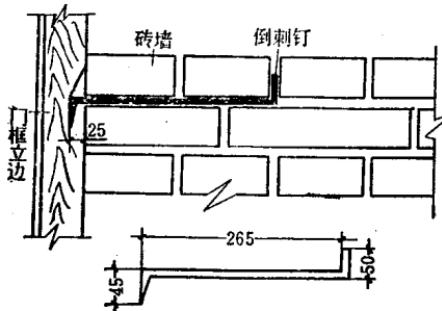

图 2 倒刺钉
2. 立门窗框前，应算好砖层高度，凿出钉倒刺钉的孔眼。倒刺钉不要在立框时就钉上，先钉上，瓦工砌砖时容易碰头，要等瓦工快砌到倒刺钉位置时，才把倒刺钉钉上。倒刺钉的作用是能固定门窗框，防止门窗框立边向里凸，影响门窗扇开关。倒刺钉可用 18×4 毫米的扁铁锻制，见图 2。为了防止门窗框立边向里凸，一般有用木拉砖来固定门窗框。根据作者的实践经验木拉砖日久会松动，不如用倒刺钉好。